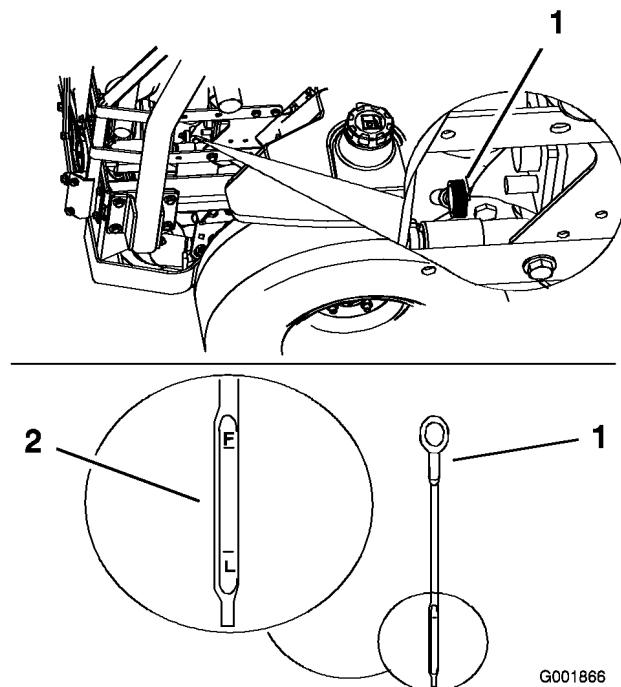

Figure 37
- Nettoyez la surface autour de la jauge d'huile (Figure 37) pour éviter que des impuretés ne s'introduisent dans le goulot de remplissage, ce qui risquerait d'endommager le moteur.
- Sortez la jauge d'huile et essuyez soigneusement l'extrémité métallique (Figure 37).
- Enfoncez la jauge complètement dans le tube. Ressortez la jauge et examinez l'extrémité métallique (Figure 37). Si le niveau est bas, versez lentement une quantité d'huile suffisante dans le trou de remplissage pour amener le niveau au repère du plein.